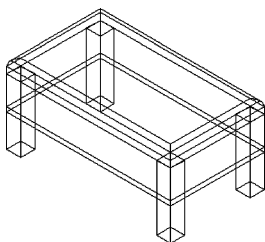

图 13-80 圆角茶几桌面
(6) 单击“默认”选项卡“修改”面板中的“圆角”按钮, 设置圆角半径为 4, 对茶几桌面各条边进行圆角处理, 结果如图 13-80 所示。
(7) 单击“三维工具”选项卡“实体编辑”面板中的“并集”按钮, 对图形进行并集运算, 命令行提示与操作如下: